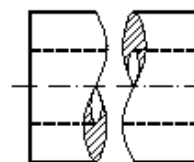

FIGURA 8
f) En piezas cilíndricas huecas (tubos), la línea de rotura se indicará mediante una doble lazada, que patentizarán los diámetros interior y exterior (figura 8).